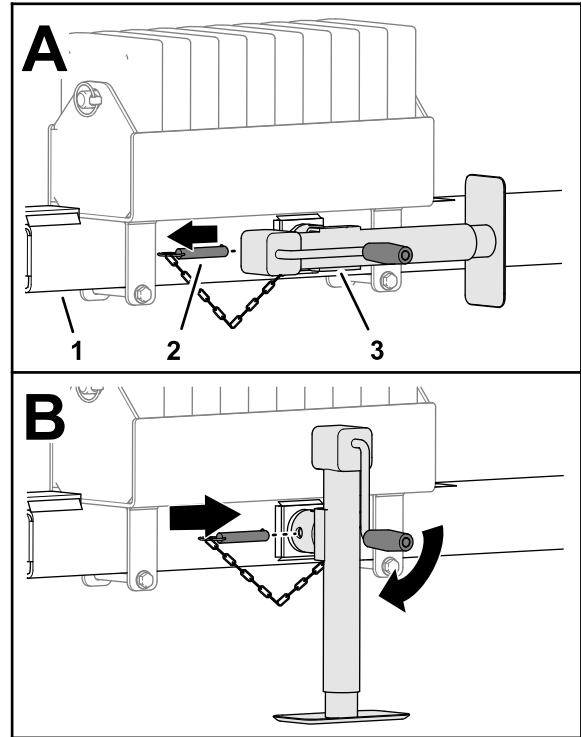

Figure 27
1. Retirez la goupille qui fixe le cric sur le tube d'attelage et déposez le cric ; voir Figure 27 sous Soutien de l'avant de la machine avec le cric (page 28).
- Retirez la goupille qui fixe le cric sur le tube d'attelage (Figure 27).
- Pivotez le cric à la verticale (Figure 27).
- Insérez la goupille dans les trous horizontaux du cric et du tube d'attelage (Figure 27).